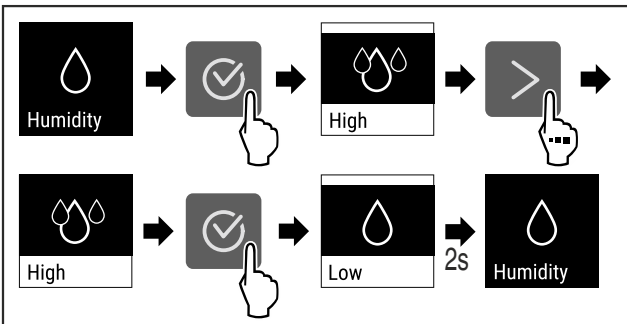

Fig. 76
- ▶ Изпълнете стъпките (виж Fig. 76).